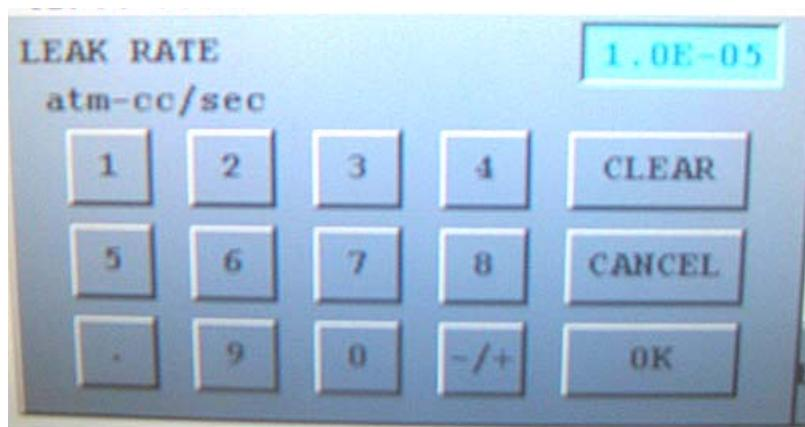

图 2-29 泄漏率键盘
3. 轻触“Split Flow”的蓝色选定按钮。检漏仪的键盘出现（第 2-52 “页图 2-29）。